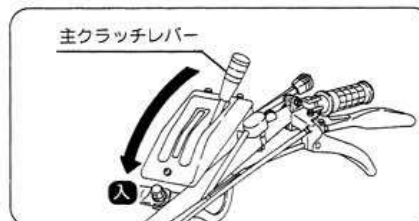

図38
- 2) 主クラッチレバーを【入】位置にしてください。(図38)